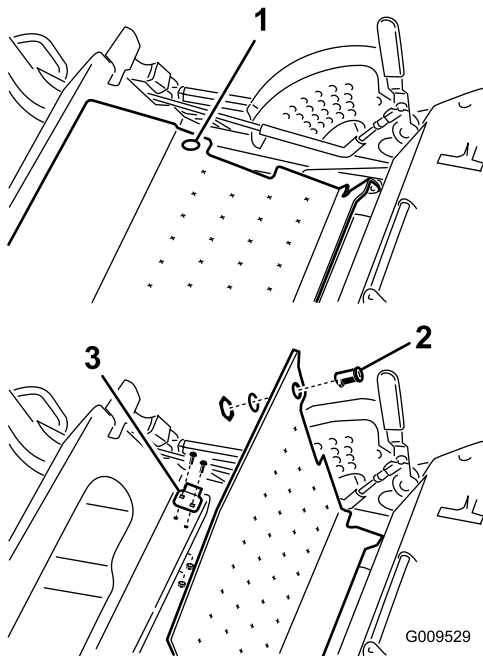

Figure 6
1. Soulevez le panneau de plancher (Figure 6).
2. Fixez le pêne du panneau de plancher au cadre (Figure 6) au moyen de 2 boulons de carrosserie (1/4" x 3/4") et de 2 contre-écrous (1/4").